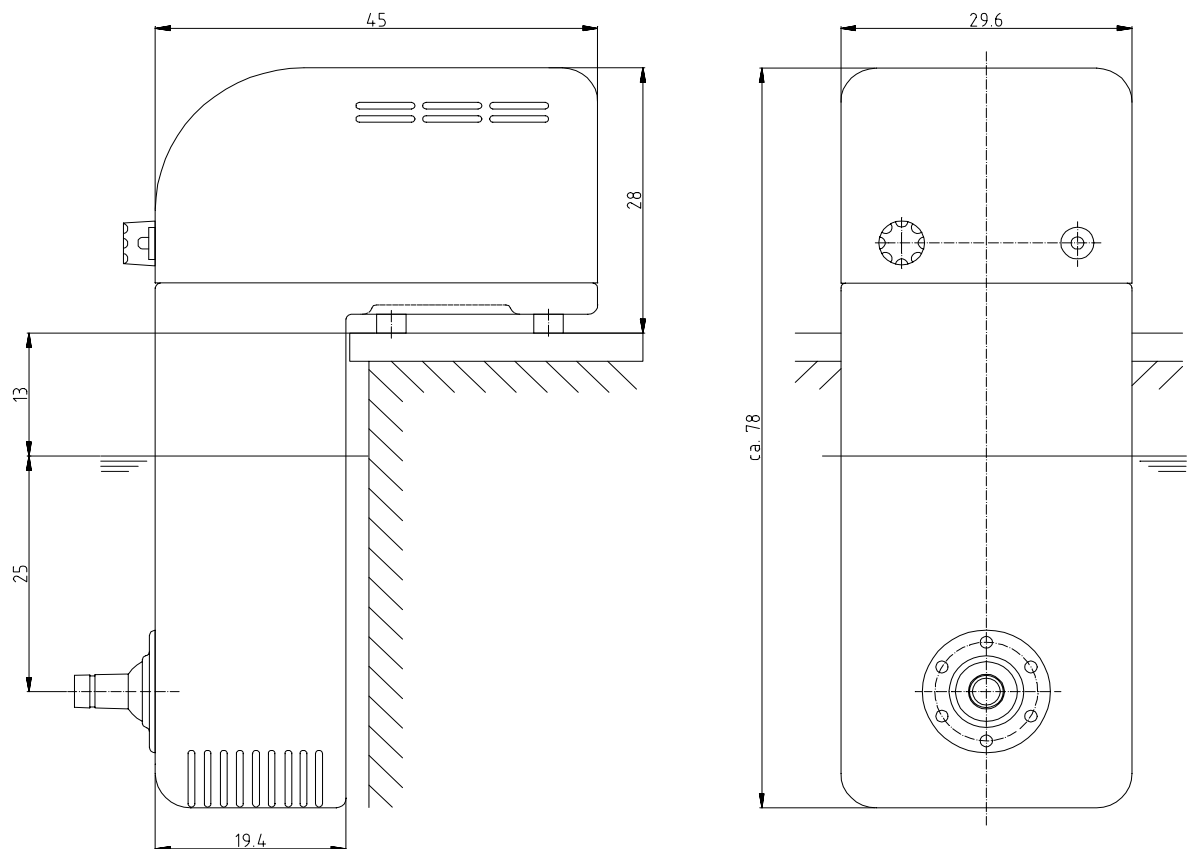

Bild 7
1. Aufstellungsort wählen und nach Bild 7 vorbereiten. Wenn die Anlage für ein Aufstellbecken verwendet wird, muß der Sicherheitsteleskopstützfuß verwendet werden (siehe Seite 6).